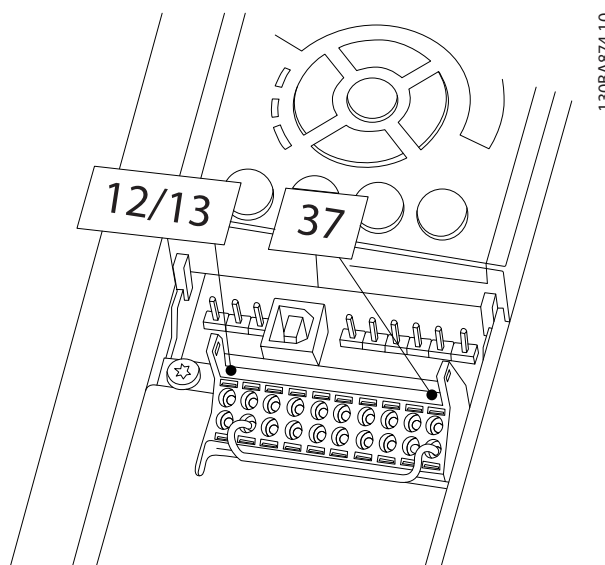

Ilustración 1.4 Puente entre el terminal 12/13 (24 V) y 37
1. Retire el cable de puente entre los terminales de control 37 y 12 o 13. No basta con cortar o romper el puente para evitar los cortocircuitos. (Véase el puente de la *Ilustración 1.4*.)